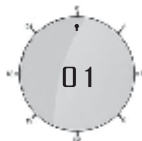

Рисунок 12. Индикация установленного комфортного режима обогрева и переход к выбору режима для следующего часа
Далее для подтверждения выбора комфортного режима обогрева в текущей индикации времени в центре дисплея терморегулятора, необходимо повторно нажать клавишу  (10) для перехода в следующий час установки таймера. В результате на дисплее появится индикация, соответствующая рис. 12.
ющая выбранному часу включения комфортного режима обогрева и индикация выбора температуры для следующего часа (рис. 12).